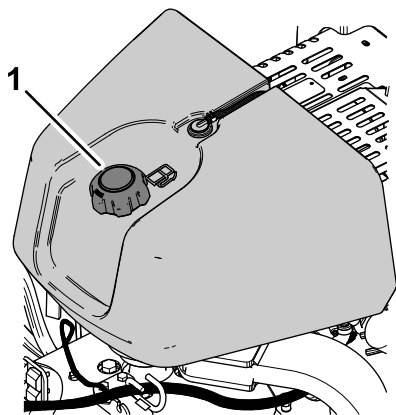

図 30
- 燃料キャップの周囲をきれいに拭いてキャップを外す 図 30。